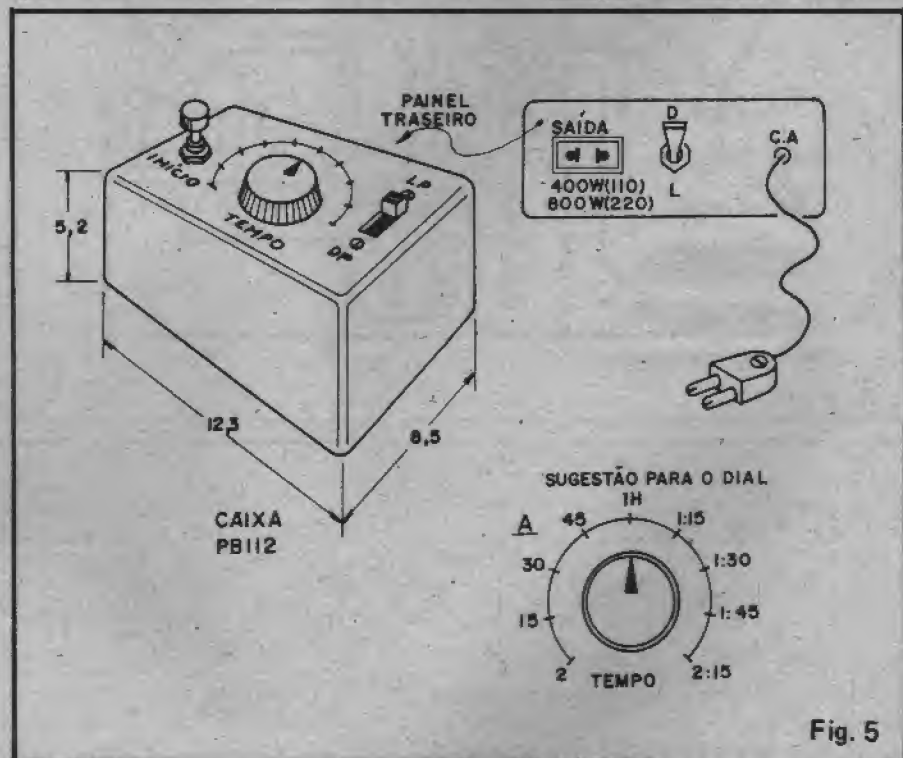

Fig. 5
Nada impede, contudo, que o leitor caprichoso o instale numa caixa individual (em algumas aplicações basta "enfiar" o módulo num espaço qualquer do maquinário ou dispositivo que ele vá controlar. . .), conforme sugere a fig. 5, ficando no painel principal da caixa o controle de TEMPO (potenciômetro), push-button de INÍCIO e chave DP-LP. Nos fundos da caixa (painel traseiro) podem ficar a tomada de SAÍDA de C.A. para a carga controlada, a chave geral (L-D) e a entrada de C.A. (racicho). Notar que a disposição indicada serve para o container sugerido no item OPCIONAIS/DIVERSOS da LISTA DE PEÇAS, contudo outras caixas (sempre de material isolante - plástico ou madeira) podem ser utilizadas, sob outros lay-outs exteriores, a critério do montador.
- 4 - Obtidos os extremos "reais", basta fazer a divisão angular linear do dial (sugestão na fig. 5-A). Se a marcação for feita com cuidado e linearidade (espaços angulares iguais para tempos iguais) a precisão do ajuste e indicação será bastante boa (e sempre mantendo o excelente índice de REPETIBILIDADE, conforme já mencionado).